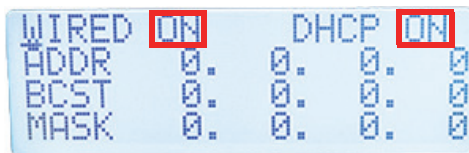

Рис. 4-3 Меню DHCP
3. Для быстрой настройки протокола, с помощью кнопок-стрелок установите **DHCP** на **ON** (см. Рис. 4-3 на стр. 66). В остальных случаях, используйте кнопки-стрелки для изменения параметров DHCP.